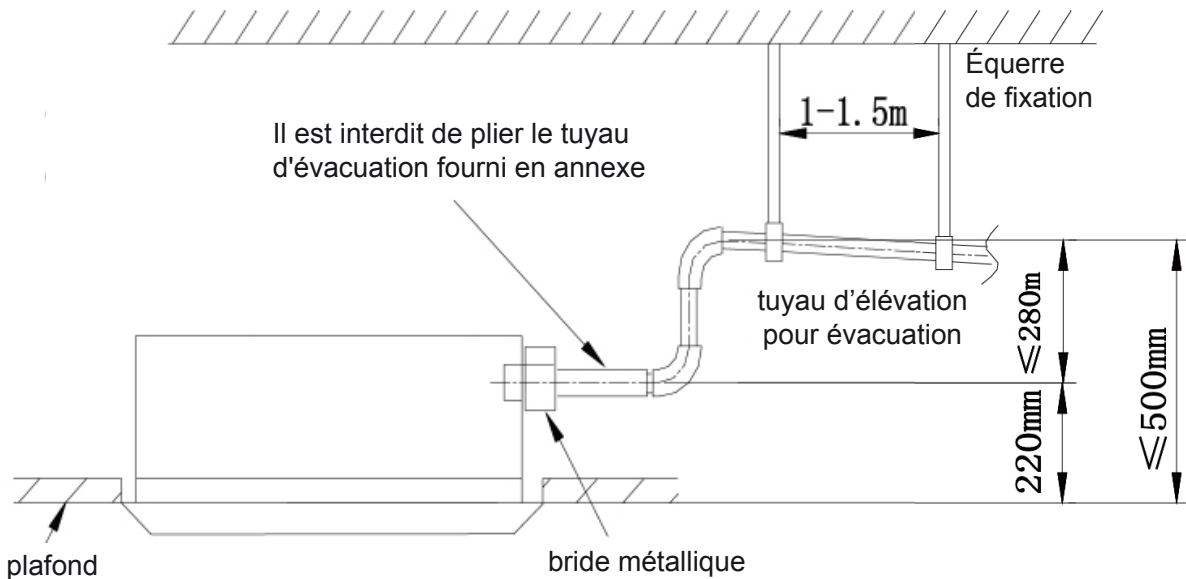

Fig 4.3.5
- (11) La hauteur de pose du tuyau d'élévation pour l'évacuation doit être inférieure à 850 mm. L'inclinaison du tuyau d'élévation vers l'évacuation doit être d'au moins 1 à 2 %. Si le tuyau d'élévation est vertical par rapport à l'unité, la hauteur d'élévation doit être inférieure à 800 mm, comme indiqué sur la Fig 4.3.5.